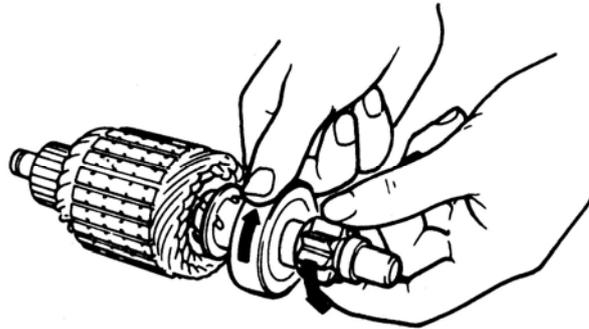

Fig. 9-29
6) INSPECT DRIVE PINION (Fig. 9-29)